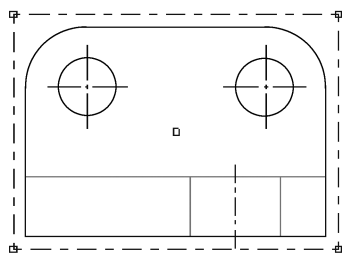

图 10-88 选择仰视图
- (1) 选择菜单栏中的【文件】|【打开】选项，弹出【文件打开】对话框。
- (2) 选择文件“liti10-4. drw”，单击【打开】按钮，打开文件，进入工程图界面。
- (3) 确认视图移动处于未锁定状态。具体方法为：在图形区按下鼠标右键，在弹出的快捷菜单中查看【锁定视图移动】选项是否被选中。若选中，选择该选项即可，不再锁定视图移动。
(4) 在图形区选取仰视图，视图周围出现加亮边框，如图 10-88 所示。当拖动鼠标意图移动视图时，发现视图只能在竖直方向移动，这是因为此投影视图和主视图保持对齐状态。